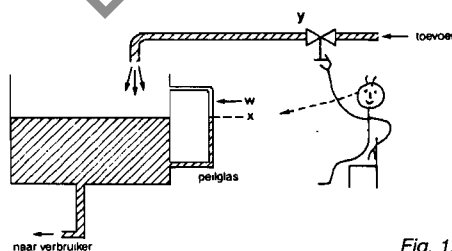

Fig. 1.14
3. Niveauregeling door tussenschakelen van persoon. Fig. 1.14